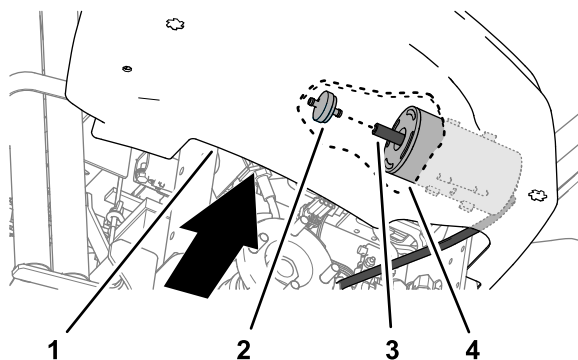

Рисунок 31
4. Протянув руку вокруг нижней внутренней кромки консоли, потяните фильтр бачка с активированным углем назад и от шланга на конце бачка с активированным углем (Рисунок 31).
5. Вставьте новый фильтр бачка с активированным углем в шланг на конце бачка с активированным углем (Рисунок 31).